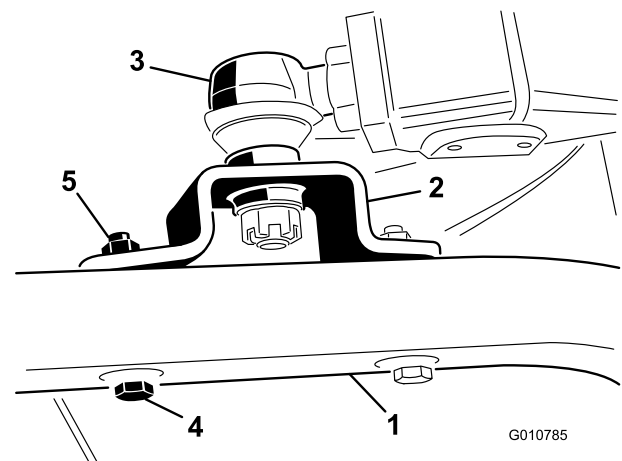

図 6
- ボールジョイントのマウントを、各キャストアームに固定する；キャップスクリュー（7/16 x 3 インチ）2本とフランジナット（7/16 インチ）を使用する（図 6）。
5. ボールジョイントを昇降アームに固定している大きいジャムナットを締め付ける (図 6)。